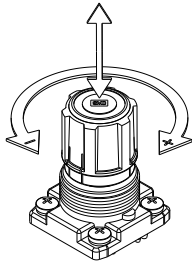

Abb. 4 Bedienung vom Regler Drehknopf
- a) Der Einstelldruck wird erhöht, indem Sie die den Drehknopf leicht nach oben ziehen und in Richtung des (+)-Pfeils drehen (siehe Abb. 4).
- d) Wenn Sie den Einstelldruck reduzieren möchten, nachdem der Druck eingestellt wurde, entriegeln Sie den Drehknopf und drehen Sie ihn in Pfeilrichtung (-) (siehe Abb. 4). Die überschüssige Druckluft wird aufgrund der Entlüftungskonstruktion des Druckreglers im Bereich des Drehknopfes in die Umgebung abgelassen.